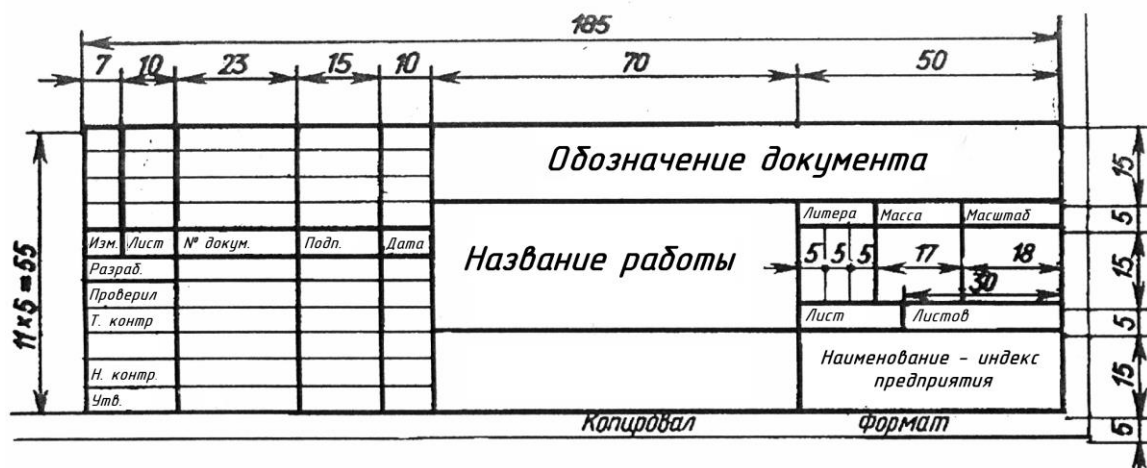

Рис.2 Основная надпись
Форма, содержание и размер графической основной надписи для технических чертежей (рис.2)
2. Соблюдая размеры основной надписи (рис.2) вычертите контуры сплошной тонкой линией;